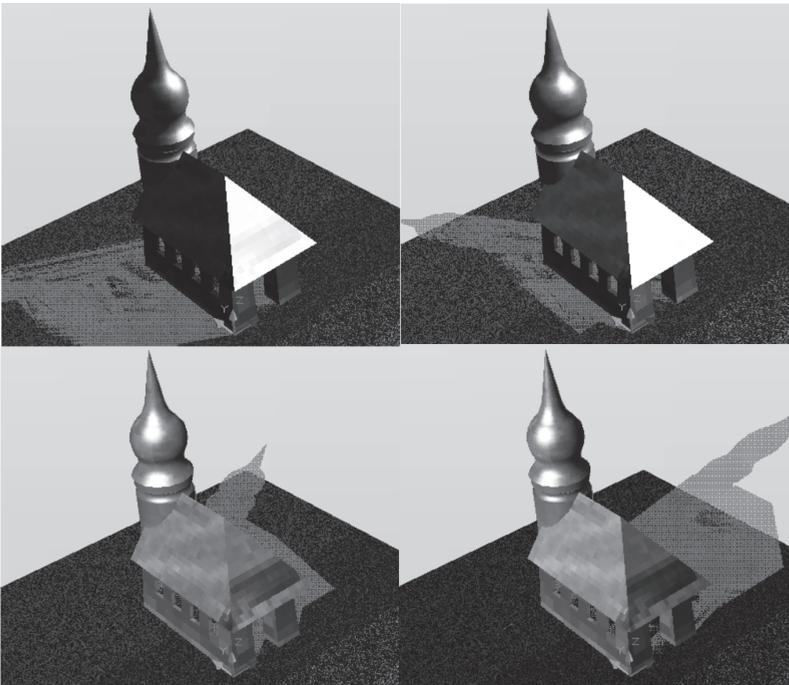

Abb. 14.51: Simulation von Sonnenstand und Schattenwurf
9. Nun können Sie mit den Schieberegler Datum und Uhrzeit einstellen und damit Sonnenstand und Schattenwurf simulieren (Abbildung 14.51).